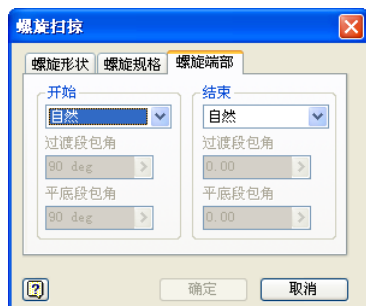

图 3-80 “螺旋端部” 选项卡
(5) 如果要设置螺旋端部的特征，可打开【螺旋端部】选项卡，如图 3-80 所示。注意只有当螺旋线是平底时可用，而在螺旋扫掠截面轮廓时不可用。可指定螺旋扫掠的两端为【自然】或【平底】样式，开始端和终止端可以是不同的终止类型。如果选择【平底】选项的话，可指定具体的过渡段包角和平底段包角。